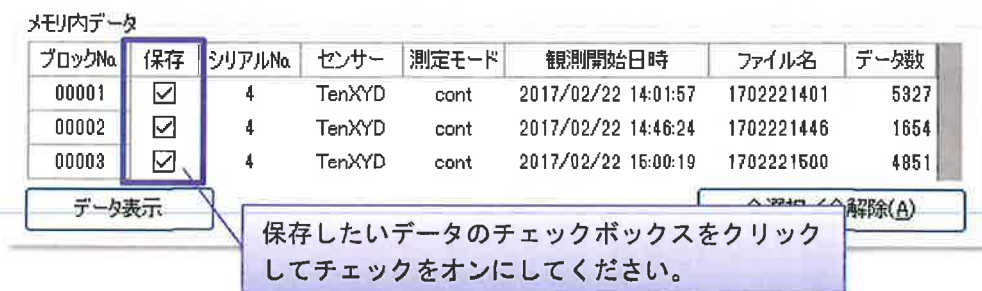

図 3.14 保存する測定データを選択
- (1) 保存したいデータの“**保存**”チェックボックスをオンにします。[**全選択／全解除**] ボタンをクリックすると全データのチェックをオン・オフできます。（図 3.14）